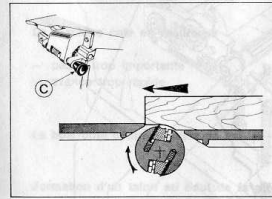

Figure 30
Le réglage éventuel de la table de sortie s'effectue par la poignée C (fig. 30).
Si le bois bute contre la table de sortie (fig. 30) les lames sont trop enfoncées. S'il ne s'agit que de quelques dixièmes de mm descendre la table de sortie en vissant la poignée (C) fig. 30 (table de sortie relevée).